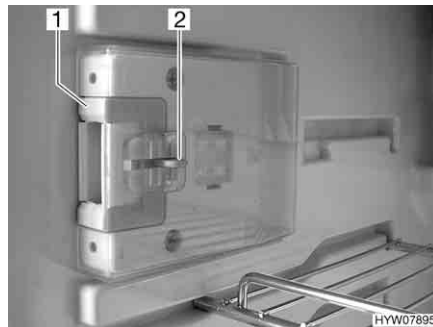
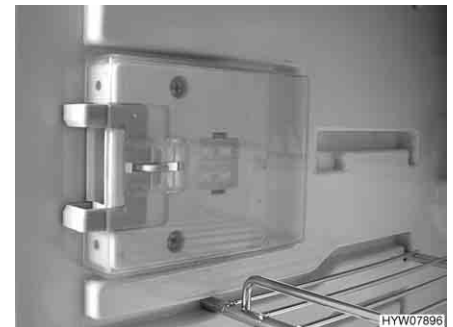

Bild 201 Låsanordning i normalläge
Bild 202 Låsanordning i ventilationsläge
■ Tryck in frigöringen (Bild 201,2).
■ Skjut låsanordningen (Bild 201,1) framåt (Bild 202).